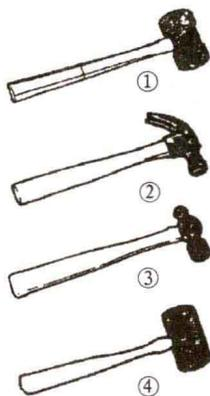

图1-2 锤子
锤子，亦称榔头，如图 1-2 所示。常用榔头有：①橡皮榔头，②普通钉锤，③机用榔头，④塑料榔头或软面锤。